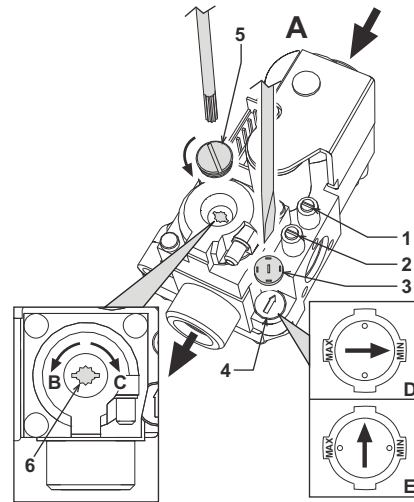

fig. 17 - Réglage de la pression
Sur les chaudières PEGASUS D, la puissance thermique du foyer - et par conséquent, la puissance thermique fournie à l'eau de chauffage - peut être réglée en agissant simplement sur le réglage du brûleur principal par le biais de la vanne à gaz (voir fig. 17). Les diagrammes du paragraphe cap. 5.2 illustrent la variation de la puissance thermique fournie à l'eau en fonction de la pression de fonctionnement du brûleur. Le fait de pouvoir adapter la puissance de la chaudière aux exigences spécifiques de chauffage permet principalement de réduire les dispersions et donc d'économiser du combustible. De plus, grâce à la variation de la puissance, réglementée également par la loi, les chaudières maintiennent inaltérées les valeurs de rendement et les caractéristiques de combustion.
- À l'aide d'un petit tournevis, ôter le capuchon de protection 5 de l'opérateur secondaire de la vanne à gaz de fig. 17.
- Relier un manomètre à la prise de pression 2 (fig. 17) montée en aval de la vanne à gaz ; tourner le bouton du thermostat de la chaudière sur la position maximum.
- Régler la pression à l'aide de la vis 6 (fig. 17) sur la valeur désirée, conformément aux diagrammes du paragraphe cap. 5.2.
- Ôter le petit capuchon de protection 3 de la vanne à gaz (fig. 17). À l'aide d'un petit tournevis, régler le "STEP" d'allumage pour le gaz souhaité (**G20-G25** position **D** fig. 17, ou **G30-G31** position **E** fig. 17) ; remettre ensuite le capuchon.
- Purger l'air présent dans les tuyauteries du gaz à l'aide de la prise de pression 1 de la vanne à gaz (fig. 17).